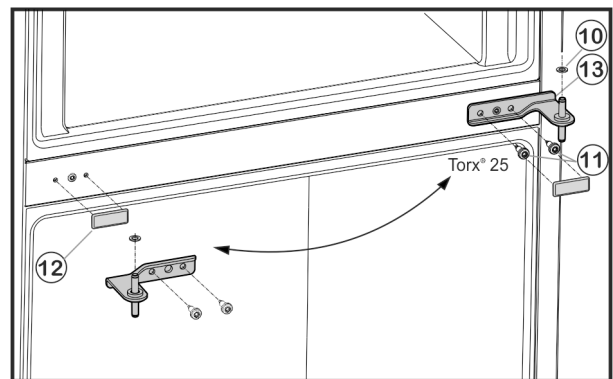

Fig. 6
- ▶ Открутите крепежные винты Fig. 6 (11) (2 шт. Torx® 25) и извлеките средний опорный кронштейн из нижней дверцы.
- ▶ Снимите пластиковую шайбу Fig. 6 (10).
- ▶ Осторожно снимите крышку Fig. 6 (12).
- ▶ Установите крышку Fig. 6 (12) на противоположной стороне.
- ▶ Вставьте средний опорный кронштейн Fig. 6 (13) с поворотом на 180° в нижнюю дверцу и прикрутите с помощью крепежных винтов Fig. 6 (11) (2 шт. Torx® 25) на новую сторону шарнира (с моментом 4 Нм).
- ▶ Снова установите пластиковую шайбу Fig. 6 (10).
- ▶ Установите верхнюю дверцу на средний опорный кронштейн Fig. 6 (13).